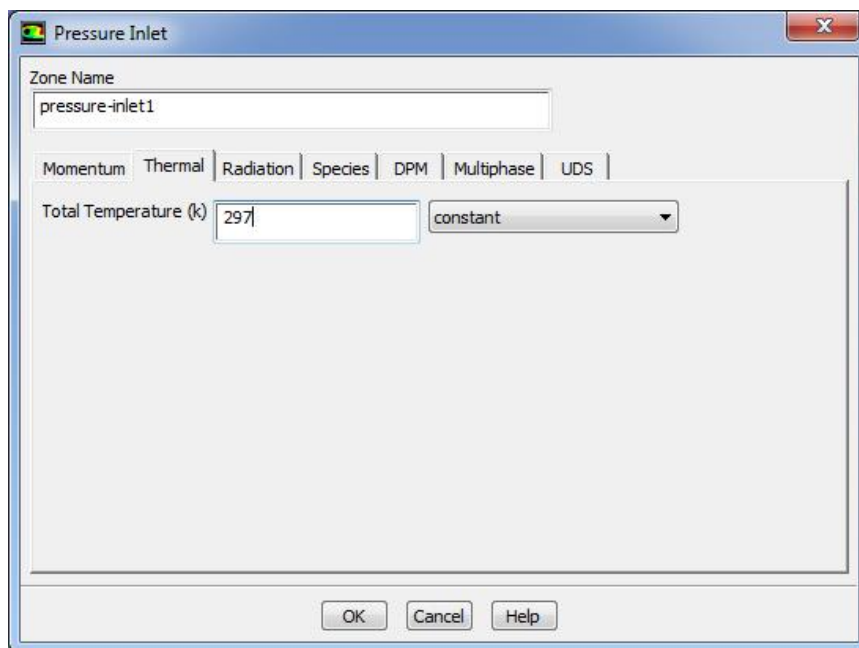

Рисунок 1.14 – Меню настройки температуры на входе (*pressure\_inlet*)
- Затем выбирается вкладка *Thermal* (рисунок 1.14).